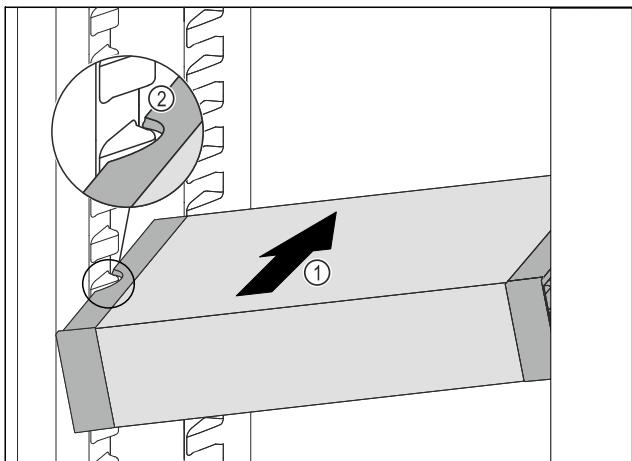

Fig. 37
- Вкарайте VarioSafe под ъгъл в хладилната част Fig. 37 (1), докато страницните прорези Fig. 37 (2) на VarioSafe се намират на височината на реброто на съда в хладилната част.